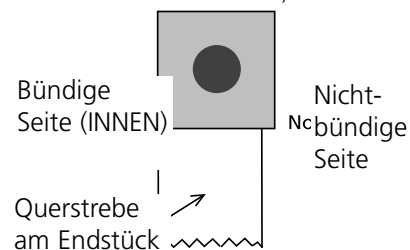

Abbildung 1-10
**Bemerkung:** An jedem Endstück gibt es 2 Oberflächen (siehe Abb. 1-10). Vergewissern Sie sich, daß die bündigen Oberflächen nach INNEN zum Mittelpunkt des Karrens zeigen. Zeigen die bündigen Oberflächen nach außen, werden die Endstücke nicht passen.